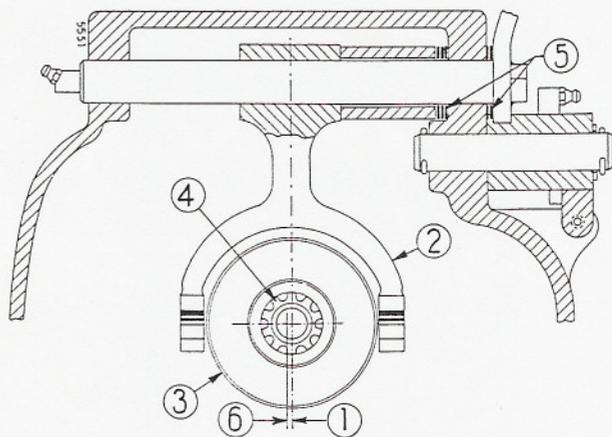

Figure 261
Les branches de la fourchette (2, fig.261) doivent pouvoir passer librement sur le flasque (3) de la douille de centrage.